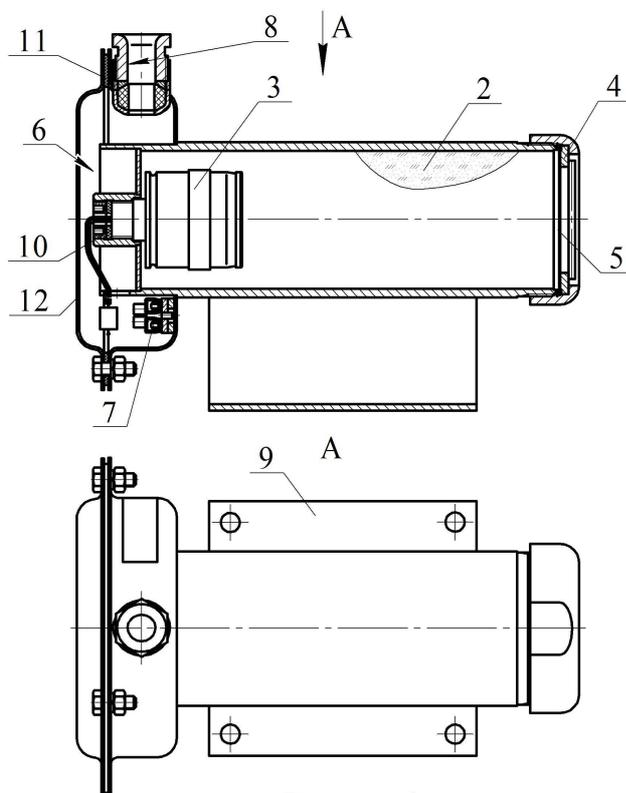

Рисунок 1
МПП (см. рисунок 1) состоит из корпуса 1, в котором размещаются огнетушащий порошок (ОП) 2 и источник холодного газа (ИХГ) 3. В передней части корпуса находится насадок-распылитель 4, выходное отверстие которого перекрыто мембраной 5.
2.1.3 Через резиновую прокладку **11** (см. рисунок 1) на корпус МПП установить крышку **12** и закрепить соединение гайками.